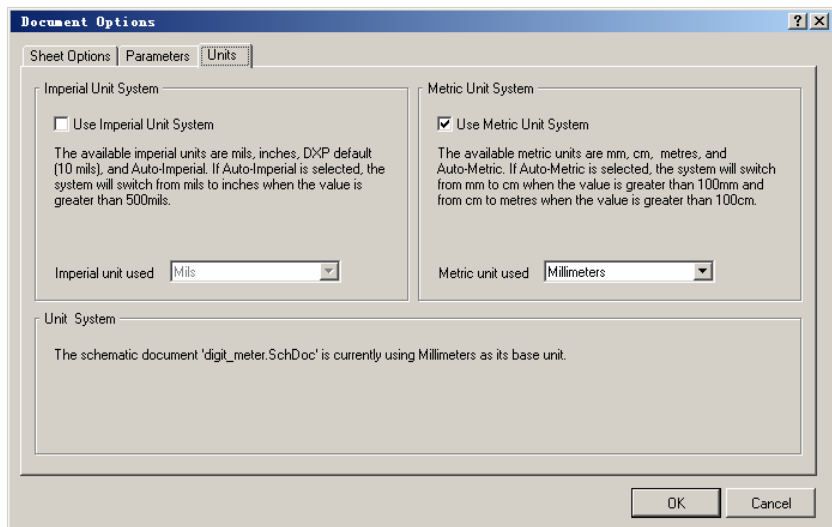

图 2.57 “Units”选项卡
(3) 在“Document Options”对话框中的“Options”选项区域中取消选择“Title Block”复选框，然后单击“Units”选项卡标题，在“Document Options”对话框中打开如图 2.57 所示的“Units”选项卡。